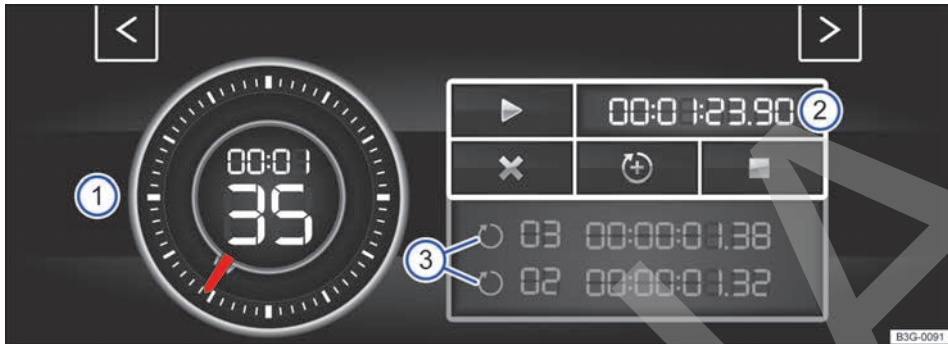
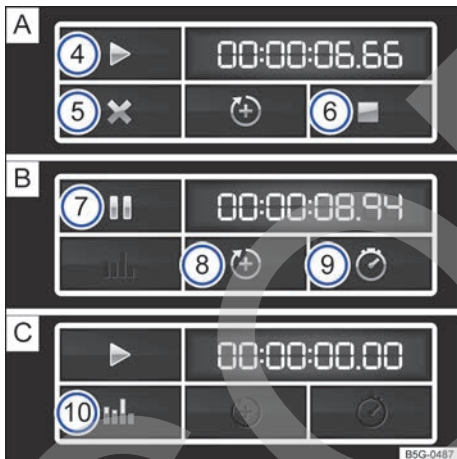

Fig. 70 En la pantalla del sistema de infotainment: cronómetro, botones de función y tiempos de las vueltas.
Fig. 71 Botones de función en la pantalla del sistema de infotainment: cronometraje en caso de una vuelta **A** detenida, **B** en curso y **C** finalizada.
Legenda de la → fig. 70 y → fig. 71
Con las flechas → fig. 69 ② o → fig. 70 puede cambiar en todo momento entre el cronómetro y el monitor de potencia.
Iniciar o continuar el cronometraje	Pulse el botón de función ► → fig. 71 A ④ para comenzar o continuar. Si el encendido está desconectado no es posible el cronometraje. Aparece un mensaje en la pantalla. Pulse Iniciar para comenzar con el cronometraje. El cronometraje comienza automáticamente en cuanto el vehículo avanza. Se puede comenzar con una primera vuelta nueva si anteriormente se han puesto los datos de la estadística a cero.
Finalizar el cronometraje	Pulse el botón de función de finalizar ■ → fig. 71 A ⑥.
Detener el cronometraje	Pulse el botón de función de pausa II → fig. 71 B ⑦.
Iniciar una nueva vuelta	Pulse el botón de función → fig. 71 B ⑧ para añadir una nueva vuelta. Se guarda el tiempo de la última vuelta y se comienza una nueva vuelta. El tiempo total de las vueltas se muestra en la estadística.
Interrumpir la vuelta actual	Pulse el botón de función → fig. 71 A ⑤ para interrumpir la vuelta. En el caso de un cronometraje en curso, pulse el botón de función de pausa II B ⑦. El cronometraje se interrumpe y el tiempo de la vuelta se borra. En la estadística se muestra --:--:--:--.
Mostrar tiempo parcial	Pulse el botón de función ⌚ → fig. 71 B ⑨ para visualizar el tiempo parcial. El cronómetro → fig. 70 ① se detiene durante algunos segundos y se muestra el tiempo parcial.
Mostrar la estadística	Una vez finalizado o interrumpido el cronometraje, pulse el botón de función → fig. 71 C ⑩ para ver la estadística. La estadística muestra el número de vueltas, el tiempo total, la vuelta más rápida y la más lenta, el promedio de todos los tiempos y los valores de todas las vueltas. Pulsando el botón de función ↵ se vuelve al menú anterior.
Poner a cero los datos de la estadística	Pulse el botón de función → fig. 71 C ⑩ para visualizar la estadística. Borre los datos pulsando el botón de función Poner a cero .